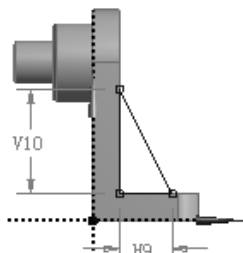

图 3.9.20 草图 4
(1) 绘制图 3.9.20 所示的草图 4。选取 XYPlane，单击“New Sketch”按钮，绘制图 3.9.20 所示的截面草图，其中 $H9=20$ ， $V10=40$ （在添加约束过程中需将草图 1 显示出来）。